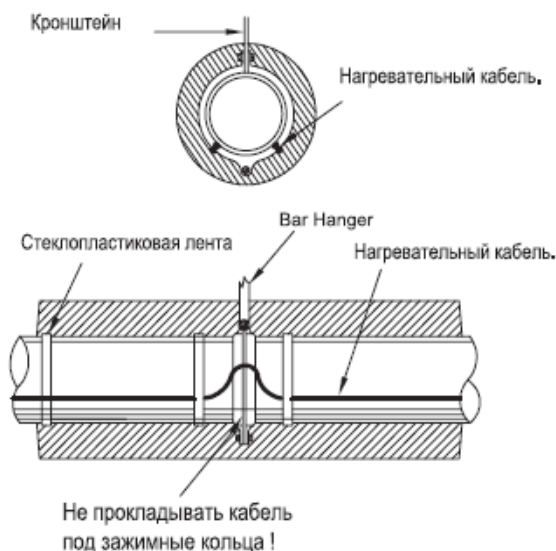

Рис. 6
- кронштейн крепления, фланец. Увеличивает потери тепла, поэтому рядом с ним необходимо сделать петлю из кабеля (рис. 6, 7, 8).